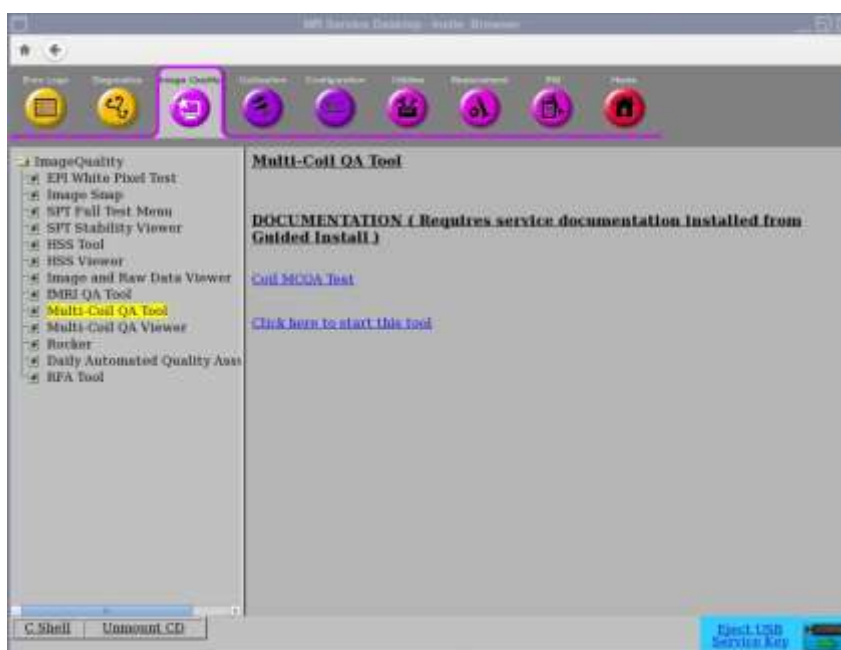

Fig. 1
1. De pe Common Service Desktop (CSD) (Desktop servicii comune), mergeți la Service Browser (Browser de service) și selectați [Image Quality] (Calitatea imaginii) “Multi-Coil QA Tool” (Instrument de control al calității pentru bobine multiple) și apoi “Click here to start this tool” (Faceți clic aici pentru a porni acest instrument) ca în Fig. 1.